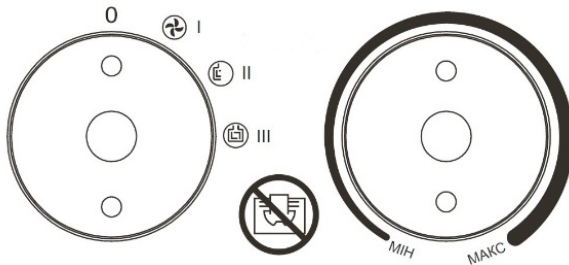

Рисунок 5
2. Встановіть перемикач режимів роботи (2) у положення «0» (Рисунок 5).
3. Встановіть терморегулятор (3) у положення «МІН» (Рисунок 5).